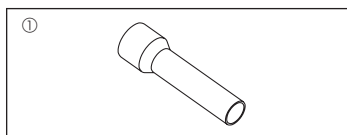

Fig. 1-1
1.6. Tilbehør til utendørsenheter (Fig. 1-1) (SW160, 200)